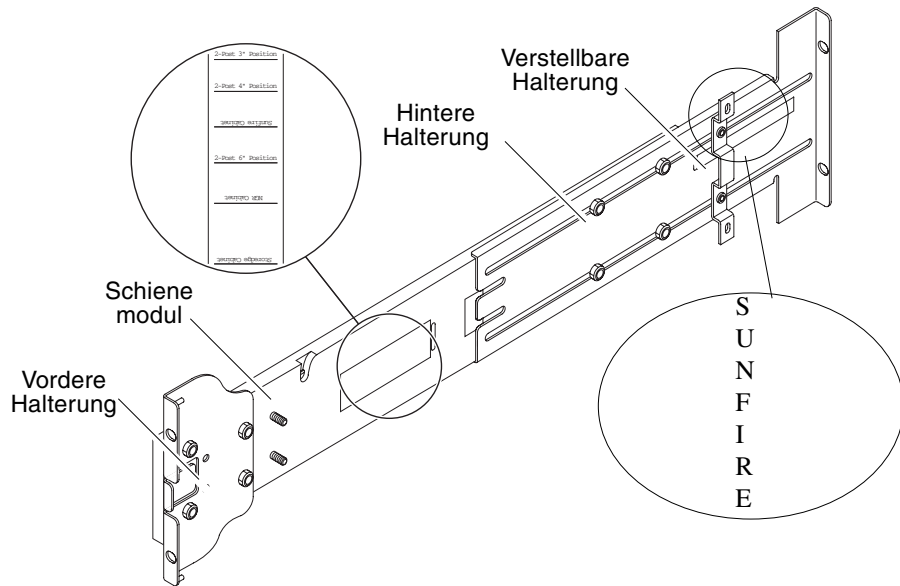

ABBILDUNG 1-1 Schienenmodul (Standardkonfiguration)
Jedes Schienenmodul besteht aus vier Komponenten (ABBILDUNG 1-1):
Passen Sie über ein Verschieben der hinteren bzw. der verstellbaren Halterung die Länge des Moduls an. Auf der Schiene und auf der hinteren Halterung sind die Halterungspositionen für spezielle Schranktypen im Metall markiert. ABBILDUNG 1-1 zeigt die Position dieser Markierungen.
1. Entfernen Sie die Muttern, mit denen die verstellbare Halterung befestigt ist, und nehmen Sie die verstellbare Halterung ab (ABBILDUNG 1-1).